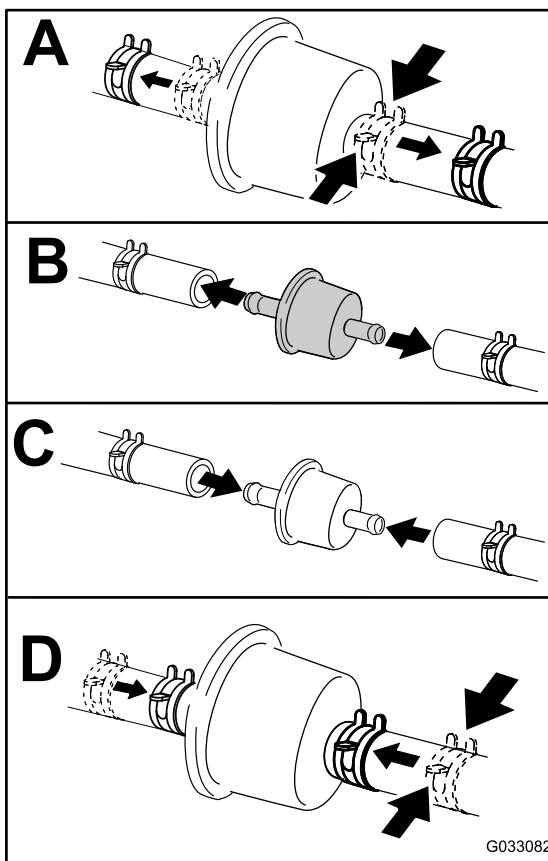

Figura 63
4. Cierre la válvula de cierre de combustible, situada debajo del asiento (Figura 63).